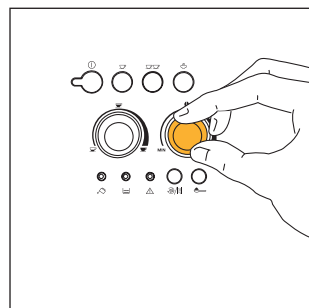

Fig.7
- 2) Draai aan de rechterknop (fig. 7) om de smaak van de koffië te regelen. Hoe verder in wijzerzin wordt gedraaid, hoe meer koffiebonen worden gemalen en hoe sterker de koffië zal zijn. Wanneer het koffiëzetapparaat nieuw is, moeten meerdere kopjes koffië worden gezet vooraleer de juiste stand van de knop wordt gevonden. Draai de knop niet te ver in wijzerzin, omdat de koffië anders te langzaam wordt afgegeven (druppels), vooral wanneer twee kopjes koffië worden gezet.
**OPMERKING 2:** Indien koffië te snel wordt afgegeven en de crème niet geslaagd is, draai de rechterknop (fig. 7) even in wijzerzin. Zet meerdere kopjes koffië, om de correcte positie van de knop te bepalen. Draai de knop niet te ver in wijzerzin, omdat de koffië anders te langzaam wordt afgegeven (druppels), vooral wanneer twee kopjes koffië worden gezet. Indien na enkele kopjes nog geen bevredigende crème wordt bekomen, wordt ook de regelknop van de maalgraad (fig. 17) een beetje tegen de wijzers van de klok in gedraaid (zie hoofdstuk 6).